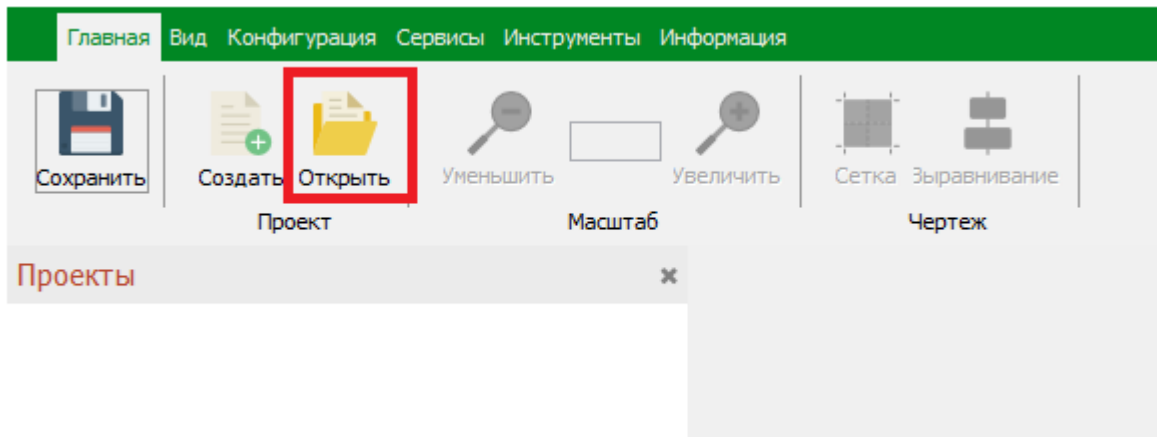

Рисунок 21 – Кнопка «Открыть»
1. В панели инструментов в разделе «Проект» нажать кнопку «Открыть» (Рисунок 21).